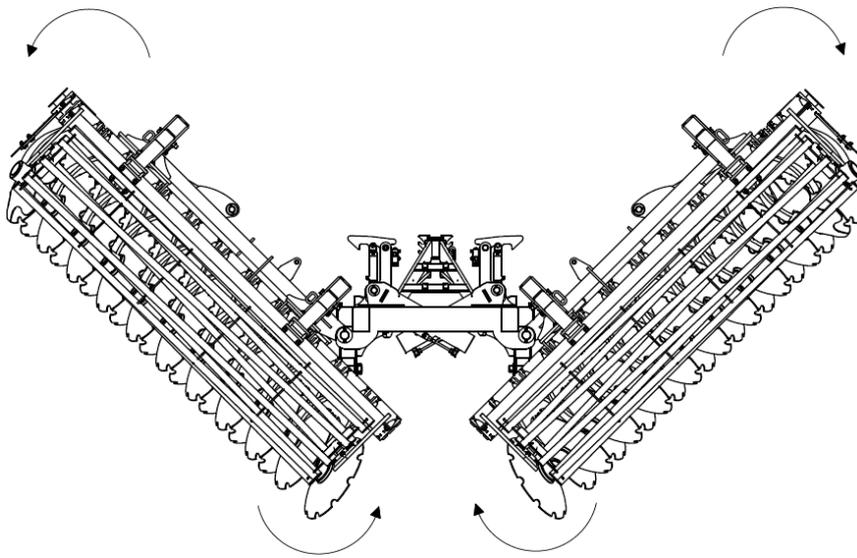

Abb. 8 Reihenfolge der Öffnung der Maschine: Öffnen der Maschine unter besonderer Berücksichtigung der Höhe der Armden vom Boden.
4. Achten Sie beim Öffnen der Flügelarme der Maschine darauf, dass die Enden der Arme auf der richtigen Höhe sind, damit sie nicht am Boden hängen bleiben (Abb. 8).